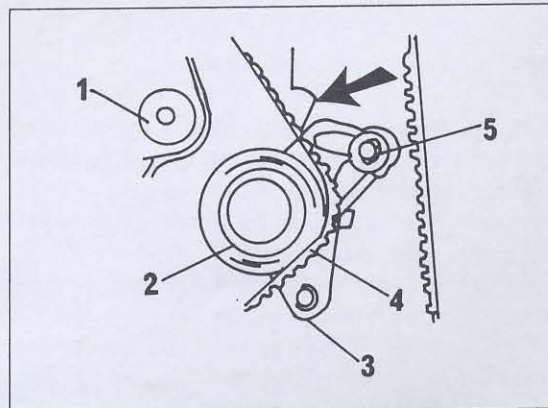

Bild 113
- Die Riemen Spannrolle in die durch den Pfeil in Bild 113 gezeigte Richtung drücken, bis sie gegen die Wasserpumpe anliegt und die Rolle durch Anziehen der Rolle vorübergehend in dieser Stellung festziehen.